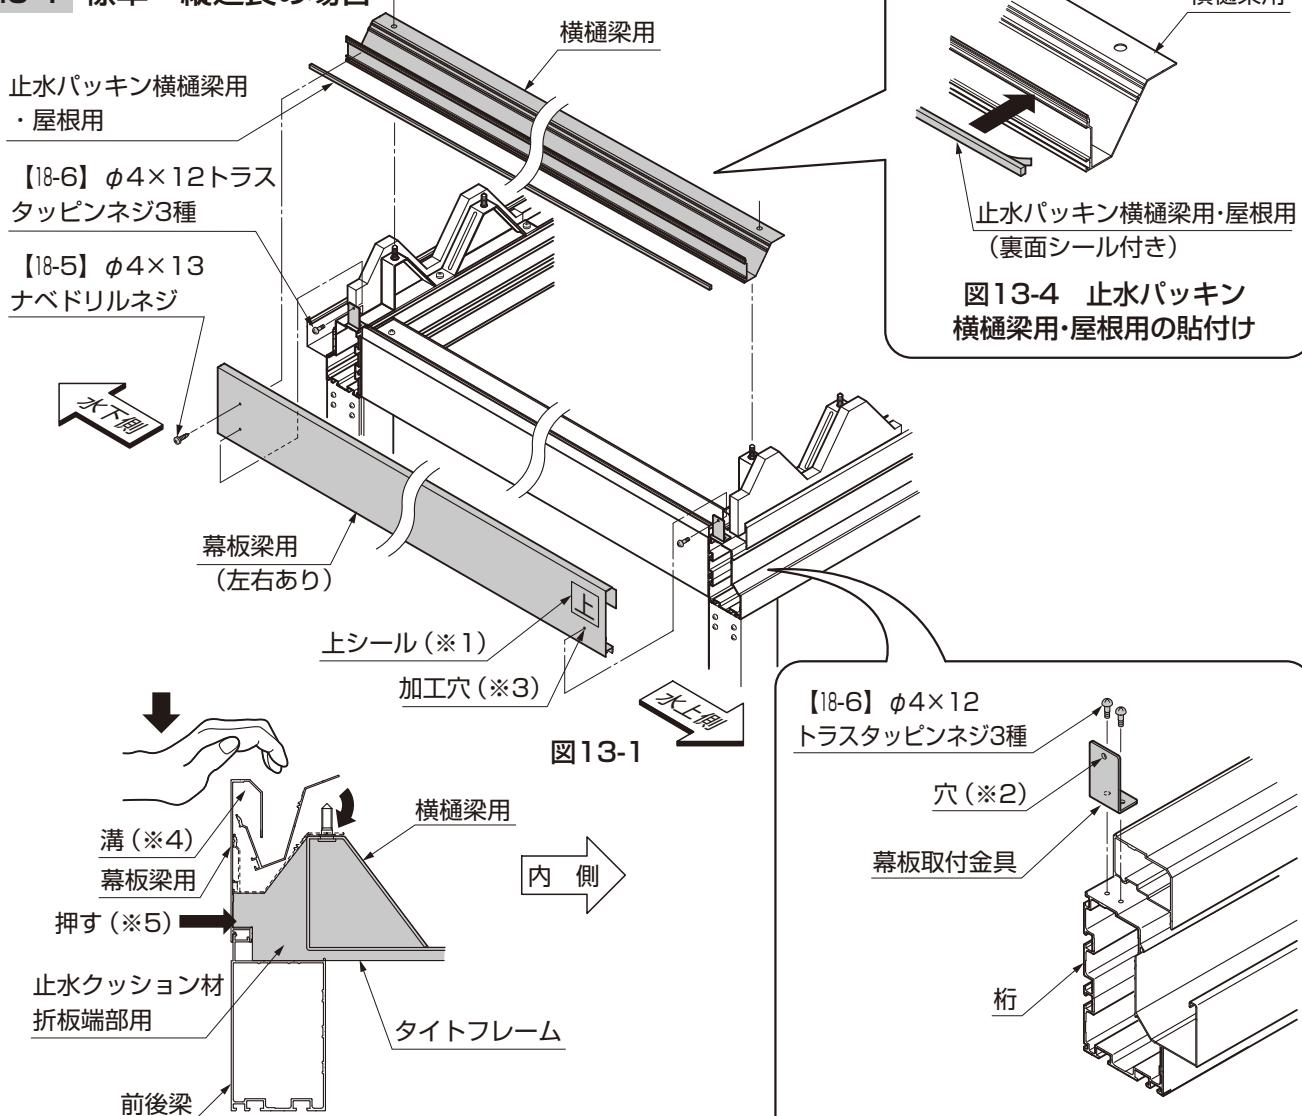

図13-3 幕板梁用と横樋梁用の取付け
- ③横樋梁用の穴をタイトフレーム端部のネジ部に挿入してください。(図13-3参照)
- ④幕板梁用の下部を前後梁上部に差込んで、幕板梁用の両端の下の穴と幕板取付金具の穴を【18-6】で取付けてください。